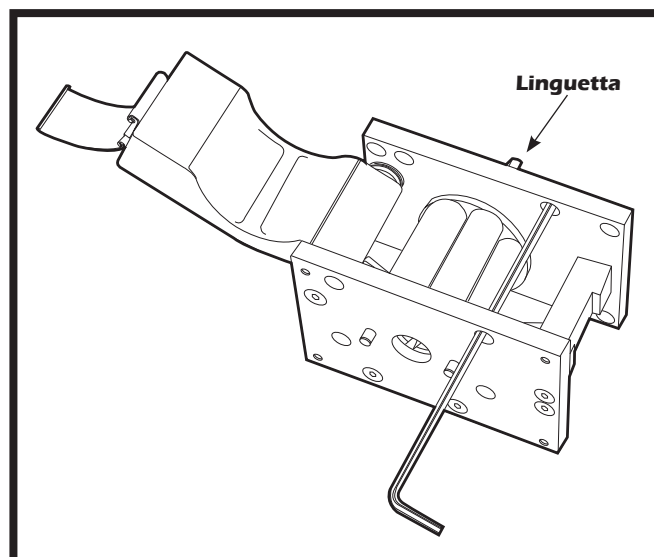

Figura 2: Montaggio sulla pompa
1. Collegare la testa pompante allineando la linguetta della testa pompante (figura 2) con la fessura corrispondente all'albero motore della pompa;